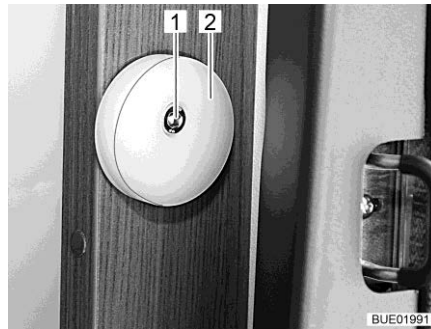

Fig. 120 Guidage du lit escamotable
- Desserrer la vis (Fig. 120,1).
- Déplacer le disque de guidage (Fig. 120,2).
- Serrer la vis (Fig. 120,1).